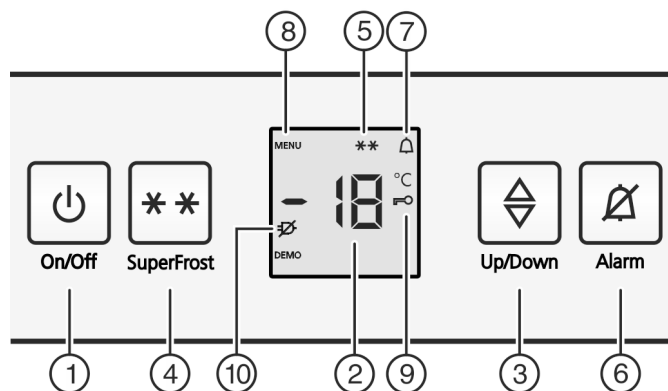

Fig. 2
- ▶ Stiskněte tlačítko On/Off Fig. 2 (1).
- ▶ Zapnutí seřizovacího režimu: Stiskněte tlačítko SuperFrost Fig. 2 (4) asi na 5 sekund.
- ▷ Na displeji se zobrazí Symbol menu Fig. 2 (8).
- ▶ Potvrďte krátce tlačítkem SuperFrost Fig. 2 (4).
- ▷ Na displeji svítí Symbol dětské pojistky Fig. 2 (9).
- ▷ Funkce dětské pojistky je zapnuta. Když se má režim nastavování ukončit: ▶ Stiskněte krátce tlačítko On/Off Fig. 2 (1).
- ▷ Symbol dětské pojistky Fig. 2 (9) zhasne.
- ▷ Funkce dětské pojistky je vypnuta. Když se má režim nastavování ukončit: ▶ Stiskněte krátce tlačítko On/Off Fig. 2 (1).
- ▶ Stiskněte tlačítko Alarm Fig. 2 (6).
Současně bliká ukazatel teploty a symbol Alarm Fig. 2 (7).
Výstražný bzučák se vypne automaticky, symbol Alarm Fig. 2 (7) se vypne a ukazatel teploty přestane blikat, když je teplota zase dostatečně nízká.